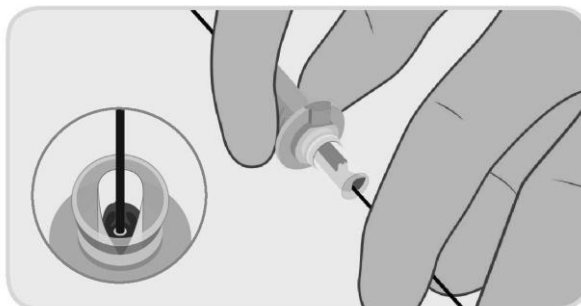

Figura 7. Caricamento del filo guida nella cannula del dispositivo
- a. Usare una soluzione salina non eparinata per lubrificare il filo guida durante l'introduzione. Introdurre il filo guida nell'impianto all'interno della cannula di caricamento, Figura 7. Continuare a introdurre il filo guida fino a farlo fuoriuscire dalla parte posteriore dell'impugnatura del dispositivo di chiusura PerQseal®. Tenere l'introduttore a guaina PerQseal® ad un'angolazione bassa rispetto all'asse longitudinale dell'arteria (ad es. 20°) e quanto più possibile dritto per evitare piegamenti.
Nota 2: Afferrare solo la parte posteriore della cannula di caricamento durante l'inserimento, come indicato in Figura 7.